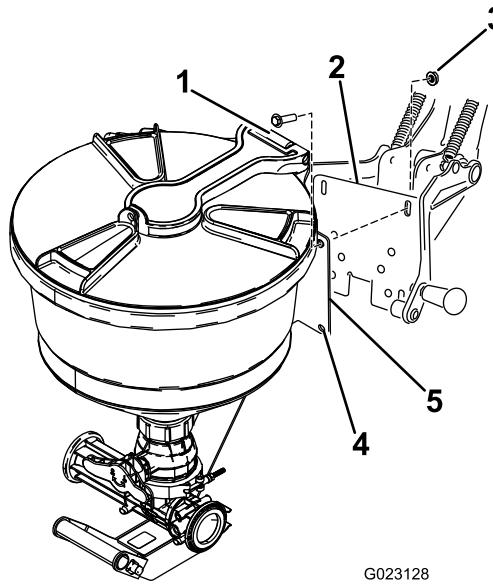

図 12
- エダクタ取り付けプレートの穴を、クレードルサポートフレームのスロットに合わせる 図 12。